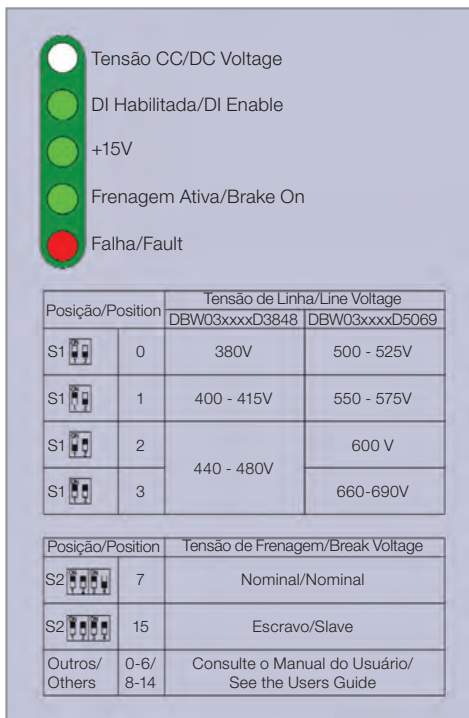

Figura 3.10: Informações disponíveis na parte frontal do módulo de frenagem DBW03
Função dos LEDs indicadores do DBW03, ver figura 3.10.
4. Energizar o inversor. Os LEDs “Tensão CC / DC Voltage”, “+15 V” e “DI habilitada / DI enable”, ver figura 3.10, deverão acender. Os demais LEDs deverão estar apagados.